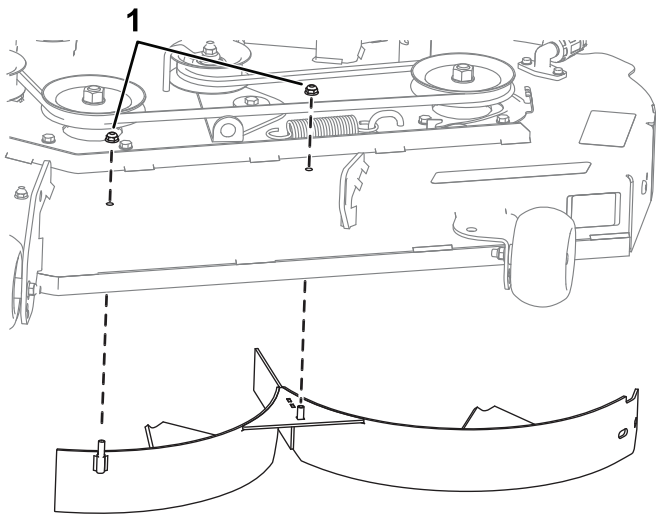
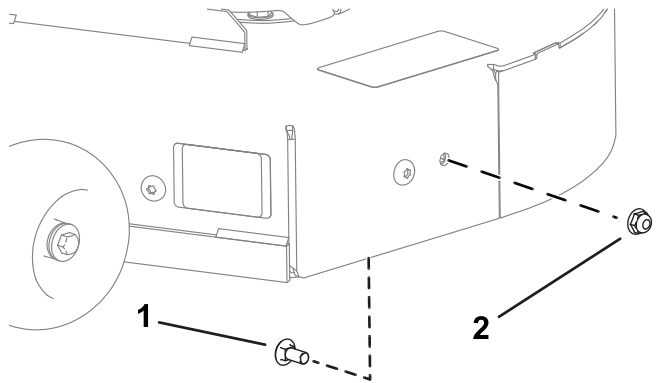

Figura 7
Figura 8
1. Instale el deflector izquierdo usando 1 perno (5/16" x 3/4") y 3 tuercas (5/16"); consulte la Figura 7 y la Figura 8.